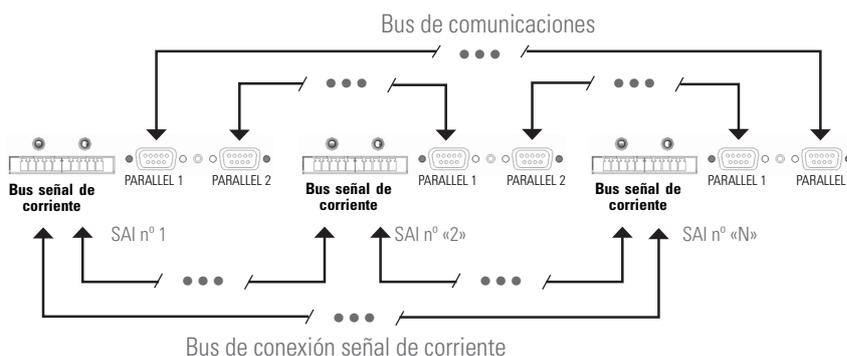

Fig. 45. Conexión bus de comunicación y señal de corriente.
- **Bus de señal de corriente.** Utilizar la manguera con conectores en los extremos para unir la señal de corriente entre equipos correlativos, tal y como se muestra en la Fig. 45. Finalmente, cerrar el bucle del bus entre el último equipo y el primero.